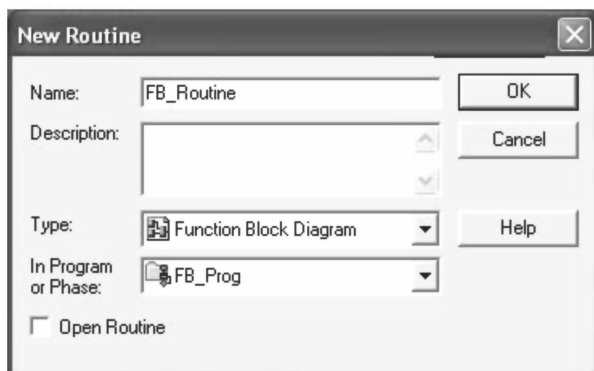

图 16-5 新建例程
2. 按照图 16-5 所示填写“新建例程”（New Routine）对话框，然后单击“确定”（OK）接受所做更改。